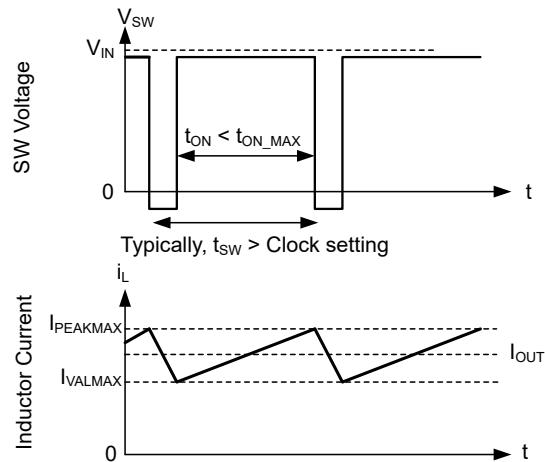

図 7-13. 電流制限波形
ローサイド (LS) スイッチがオンになると、スイッチを流れる電流も検出され、監視されます。ハイサイド デバイスと同様にローサイド デバイスは、内部誤差アンプルーブによって制御されるターンオフ限界値を持っています。ローサイド デバイスの場合、発振器が正常に新しいスイッチング サイクルを開始したとしても、電流がこの値を超えるとターンオフは禁止されます。また、ハイサイド デバイスと同様に、ターンオフ電流に許容される高さに限界があります。この制限をローサイド電流制限と呼び、図 7-13 では I_{VALMAX} です。LS 電流制限を超えた場合、LS MOSFET はオン状態を維持し、HS スイッチ